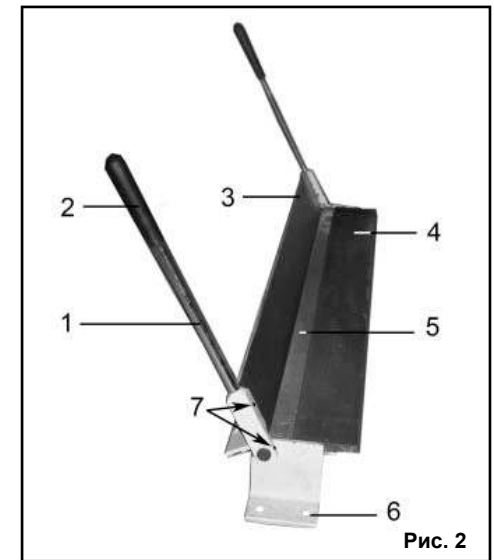

Рис. 2
5. УСТРОЙСТВО (Рис.2)
7. МОНТАЖ (Рис.2)
Как показано на Рис. 2, установите ручки (1), положение зафиксируйте винтами крепления (7).